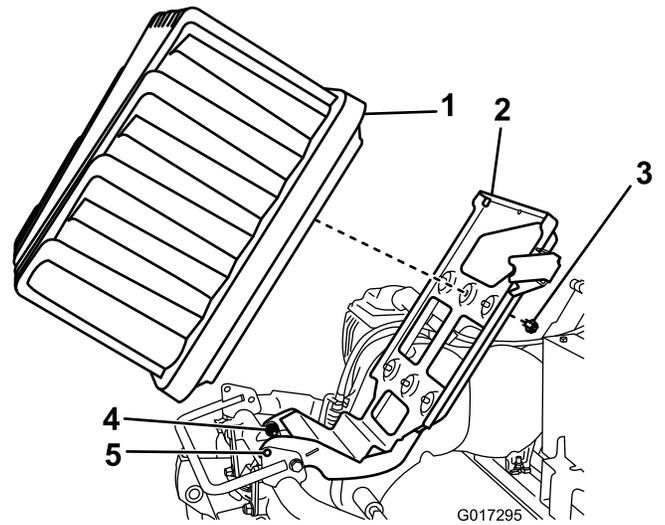

Figura 9
6. Sollevate la piattaforma della batteria fino ad allineare i fori di bloccaggio alla base e sul telaio (Figura 9). Fate scorrere un cacciavite o un'altra barra di acciaio attraverso i fori per tenere la piattaforma sollevata.
5. Allentate i 2 dadi/bulloni di rotazione di mezzo giro ciascuno (Figura 9).